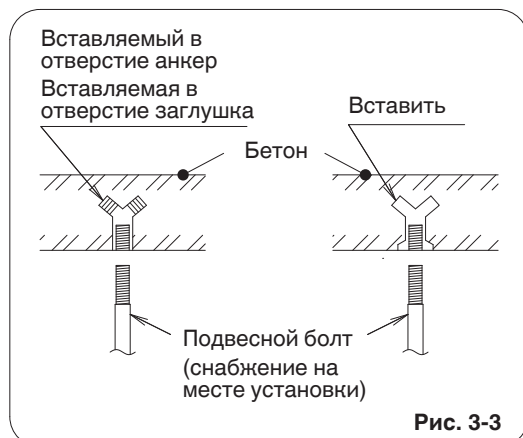

Рис. 3-3
- (1) При размещении блока внутри потолка определите шаг подвесных болтов, сверившись с предварительно полученными размерными данными. Прокладка и подсоединение трубопроводов выполняется внутри потолка при подвешивании блока. Если потолок уже установлен, проложите трубопроводы к месту соединения с блоком перед установкой блока внутри потолка.
- (2) Закрутите подвесные болты таким образом, чтобы они выступали из потолка, как показано на Рис. 3-3. (В случае необходимости сделайте вырез в материале потолка.)